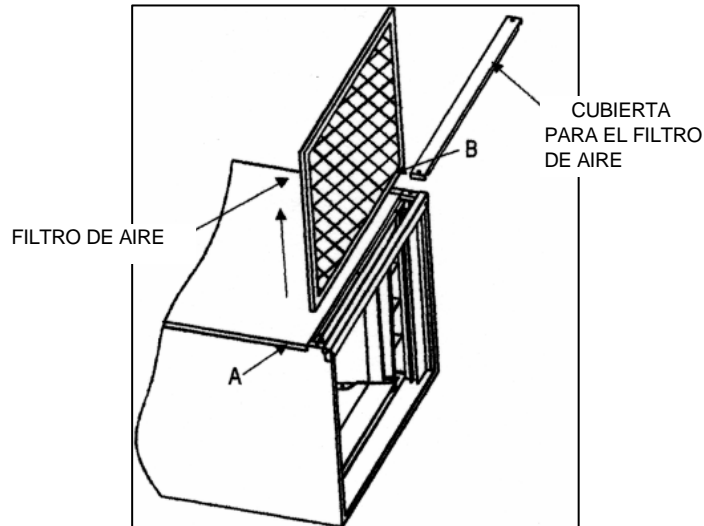

FIGURA 5: Remoción del Filtro de Aire
2. Suelde la línea de succión y la línea de líquido. Ver la figura 5.
1. Remover los dos pernos ilustrados como A y B, desmontar la tapa para el filtro de aire. Ver en figura 5.